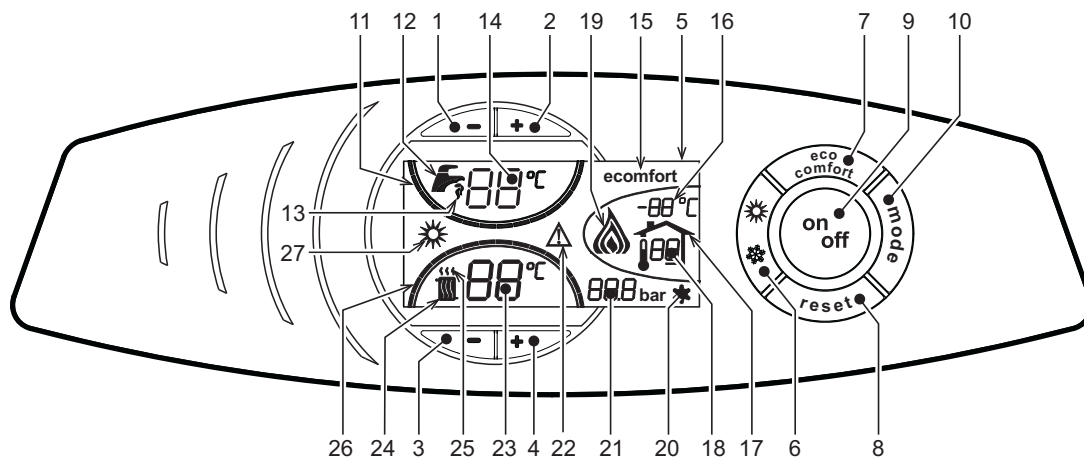
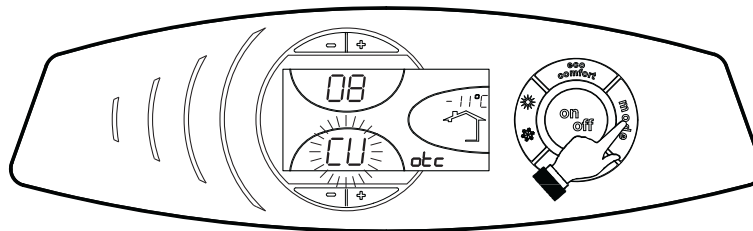

рис. 1 - Панель управления
рис. 11 - Кривая компенсации
О поступлении команды на включение отопления (от комнатного термостата или от пульта ДУ с таймером) предупреждает мигание индикатора теплого воздуха, установленного на радиаторе (дет. 24 и 25 - рис. 1).
Индексные метки с подсветкой системы отопления (дет. 26 - рис. 1) загораются по мере приближения измеряемой датчиком температуры к заданному значению.
О поступлении команды на включение системы ГВС, генерируемой при заборе горячей воды, предупреждает мигание соответствующего индикатора на кране (поз. 12 и 13 - рис. 1). Убедитесь, что функция Comfort (поз. 15 - ) находится в активном режиме рис. 1
Индексные метки с подсветкой системы ГВС (поз. 11 - рис. 1) загораются по мере приближения измеряемой датчиком температуры к заданному значению
При включенной системе нагрева воды в бойлере (заводская установка) на дисплее отображается символ режима COMFORT (поз. 15 - рис. 1); наоборот, если система нагрева выключена, на дисплее высвечивается символ режима ECO (поз. 15 - рис. 1)
Бойлер может быть выключен пользователем (режим ECO) путем нажатия кнопки  (поз. 7 - рис. 1). Для включения режима COMFORT снова нажмите клавишу  (поз. 7 - рис. 1).
Нажмите клавишу  (дет. 9 - рис. 1) в течение 1 секунды.
Для повторного включения котла вновь нажмите клавишу  (дет. 9 рис. 1) в течение 1 секунды.
- Нажмите кнопку ON/OFF (9 - рис. 1).
Нажмите клавишу (роз. 6 - рис. 1) в течение 1 секунды.
На дисплее высвечивается символ "Лето" (поз. 27 - рис. 1). При этом котел будет вырабатывать только воду для ГВС. При этом система защиты от замерзания остается активной.
Для выключения режима "Лето" вновь нажмите клавишу (дет. 6 - рис. 1) в течение 1 секунды.
Температура в системе отопления регулируется в пределах от 30 °С до 90 °С с помощью клавиш (дет. 3 и 4 - рис. 1); однако, не рекомендуется эксплуатировать котел при температуре ниже 45 °С.
Температура в системе ГВС регулируется в пределах от 10°С до 65°С с помощью клавиш (поз. 1 и 2 - рис. 1).
При наличии датчика температуры наружного воздуха (опция) на дисплее панели управления (дет. 5 - рис. 1) отображается измеряемая этим датчиком температура. При этом система управления котлом работает в режиме "Плавающая температура". В этом режиме температура воды, подаваемой в систему отопления, регулируется в зависимости от климатических условий внешней среды с тем, чтобы обеспечить максимальный комфорт и экономию энергетических ресурсов в течение всего года. Так, при повышении внешней температуры понижается температура подачи воды в систему отопления, что производится по определенной "кривой компенсации".
С переключением на режим "Плавающей температуры" показатель температуры, устанавливаемый клавишами  (дет. 3 и 4 - рис. 1) соответствует максимальной температуре подачи воды в систему отопления. Рекомендуется устанавливать максимальное значение заданной температуры с тем, чтобы позволить системе регулировать изменение температуре во всем диапазоне значений.
При однократном нажатии кнопки  (поз. 10 - рис. 1) на дисплее выводится текущая компенсационная характеристика (рис. 11), которую можно изменить с помощью кнопок задания температуры воды ГВС  (поз. 1 и 2 - рис. 1).
При нажатии кнопок регулировки температуры отопления  (поз. 3 и 4 - рис. 1) открывается доступ к параллельному смещению характеристик (рис. 14), с помощью кнопок регулировки температуры в контуре ГВС  (поз. 1 и 2 - рис. 1).
Для выхода из режима параллельного изменения кривых еще раз нажать клавишу  (дет. 10 - рис. 1).
Если к котлу подключено устройство дистанционного управления с таймером (опция), вышеописанные операции могут производиться только так, как указано в таблица 1. При этом на дисплее пульта управления (дет. 5 - рис. 1) высвечивается температура в помещении, измеряемая устройством дистанционного управления.
Выбор режимов ECO/COMFORT	При отключении режима ГВС с пульта ДУ котел устанавливается в режим "Ecoпору". В этих условиях кнопка 7рис. 1 - на панели котла отключена.
При включении режима ГВС с устройства ДУ с таймером котел устанавливается в режим COMFORT. В этих условиях с помощью кнопки 7рис. 1 - на панели управления котла можно выбрать любой из этих двух режимов.